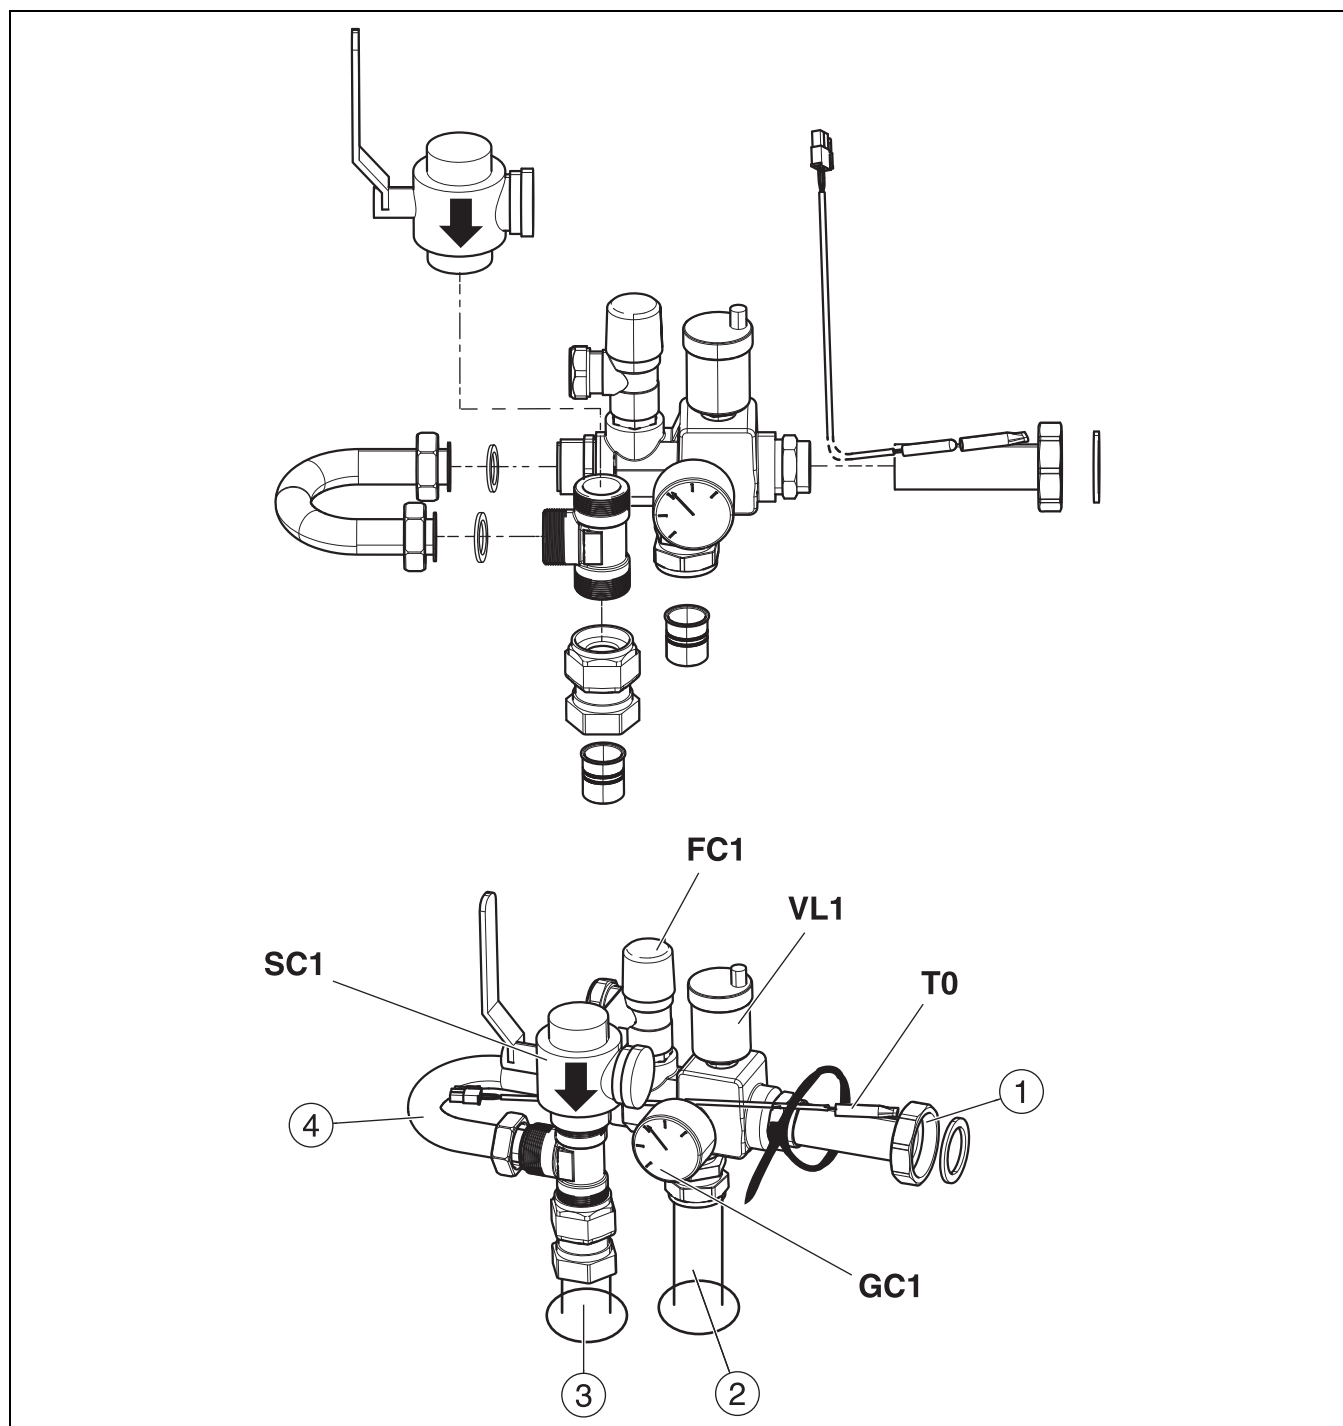

Fig. 8 Montert sikkerhetsgruppe, med bypass
- ▶ Monter først partikkelfilter ([SC1], fig. 8) på T-stykke.
- ▶ Monter de øvrige komponentene, men ikke trekk skruforbindingen på bypass helt fast ([4], fig. 8).
- ▶ Sett turtemperaturføleren inn i følerlommen på røret ([T0], fig. 8) og fest den med kabelstrips.
- ▶ Trekk til skruforbindingene på bypass ([4], fig. 8).